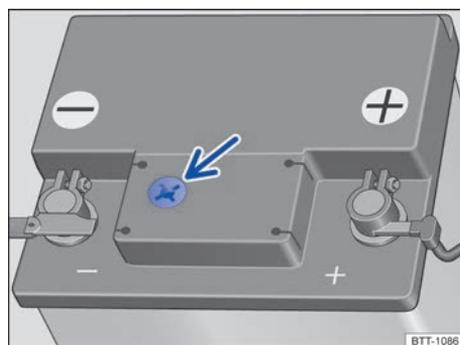

Fig. 200 Mirilla en la parte superior de la batería (representación esquemática).
- Procure disponer de buena iluminación para poder distinguir bien el indicador de color de la mirilla redonda situada en la parte superior de la batería → fig. 200 (flecha). No utilice nunca una llama desprotegida u objetos incandescentes para alumbrarse.